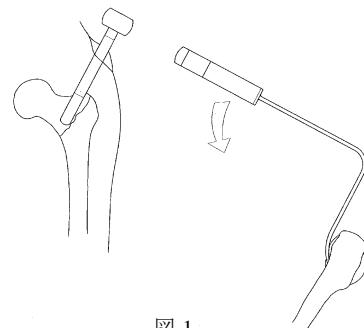

図1
- 前方突に転位した近位骨片の内側へ大腿骨整復器（L）の先端部を設置し、後方へ押さえ込むことにより、骨折部の整復を行います。（図1）